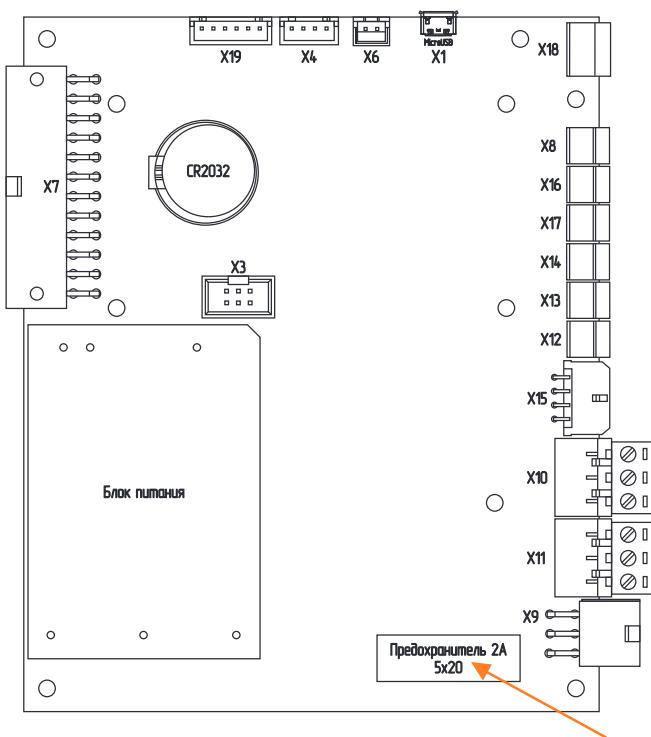

Рис.17 Плата контроллера
3. замените предохранитель (**Рис.17**) (запасной предохранитель в базовой комплектации котла).